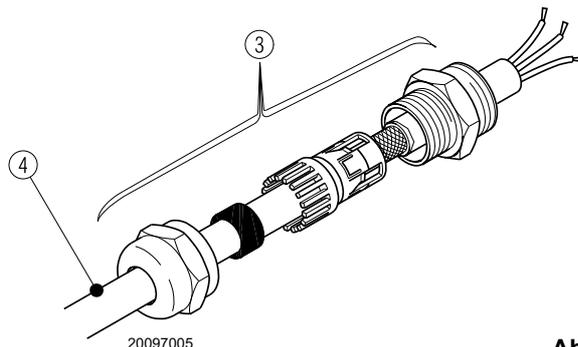

Abb. 27
- Unter Benutzung des Anschlussstücks 3) die Abschirmung des vom VSD (Inverter) kommenden Kabels 4) wie in Abb. 27 dargestellt durchführen